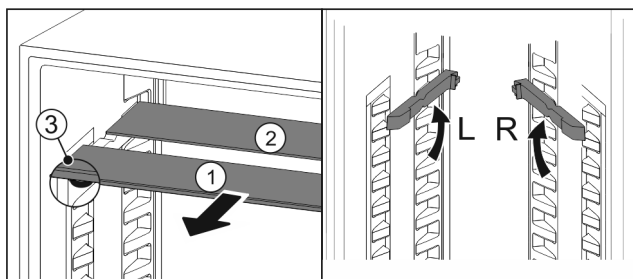

Fig. 96
- ▶ По одной извлеките Fig. 96 (1) стеклянные панели движением вперед.
- ▷ Стеклянная панель Fig. 96 (1) с декоративной планкой лежит спереди.
- ▷ Стопоры Fig. 96 (3) показывают вниз.